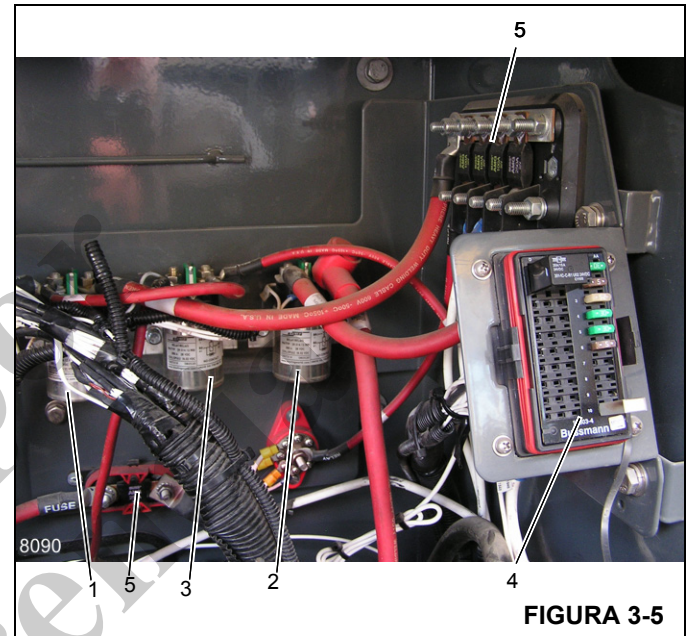

FIGURA 3-5
Los fusibles se encuentran detrás del asiento de la cabina (Figura 3-4). En el tablero de fusibles de la caja de baterías (4) (Figura 3-5) y en la caja de baterías (5).
Los relés se encuentran en la parte trasera de la caja de baterías (Figura 3-5): relé K-301, relé de alimentación (1), relé K-302, relé del calefactor de rejilla (2) y relé K-303, relé de arranque (3).